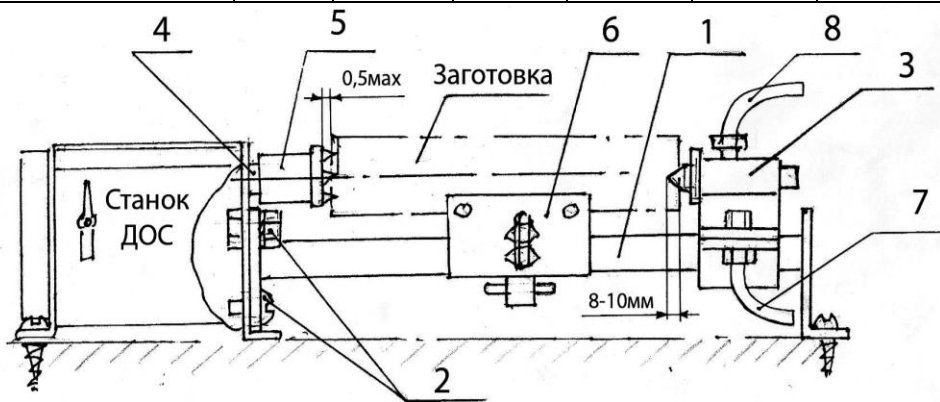
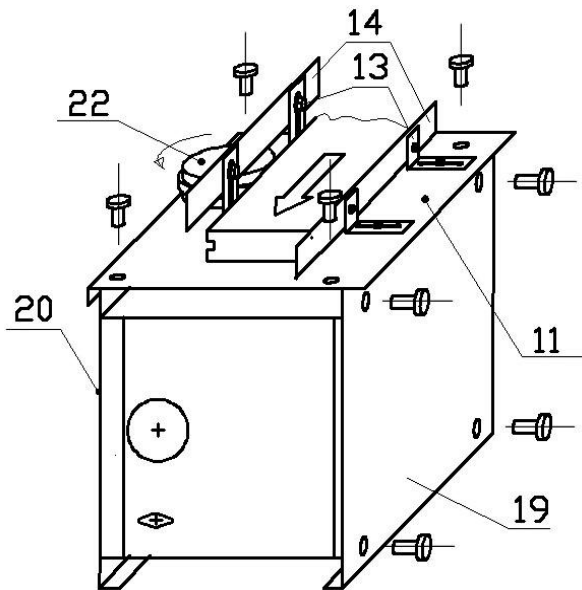
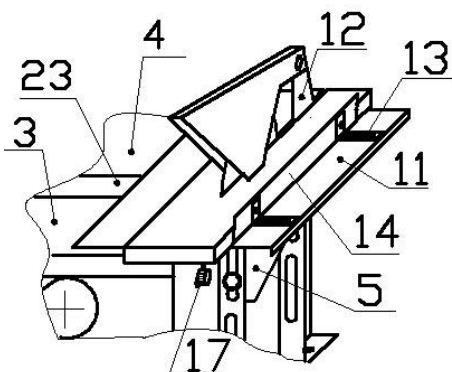
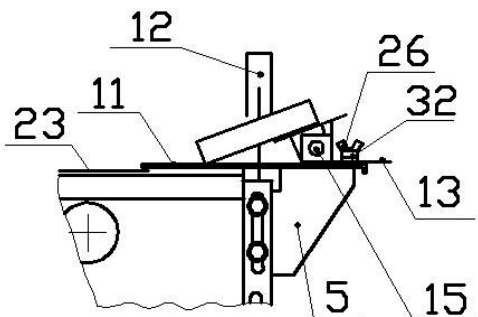

Рис.12.
Рис. 11
Рис. 8
Рис. 9
4.7. Шлифование дисковое. (Рис.8)
- Установить пильный стол (11);
4.8. Токарные операции (см. Рис.12 и Инструкцию по установке токарной приставки ТП-5, ТП-6 к станкам типа ДОС).
Токарная обработка производится с помощью токарной приставки, устанавливаемой с правой стороны станка (рис.12), вертикальное фрезерование – при установке станка на левый бок с помощью двух оснований корпуса (19) и (20), устанавливаемых снизу и сверху станка (рис. 11)
- Установить и закрепить фрезу (22), регулируя ее положение шайбами и втулками;
- Установить на боковые уголки над валом кронштейны пильного стола (5) и пильный стол (11), защиту вала (23);
- Установить на пильный стол (11) регулировочные уголки (13) и направляющую линейку (14);
4.6. Фрезерование вертикальное. (Рис.11). (все модификации Ф)
- Установить на пильный стол (11) разделительный нож с защитным козырьком (п.12 на Рис.8);
- Установить на станок кронштейны пильного стола (5);
- Установить пильный стол (11) на кронштейны пильного стола (5) прорезью на пильный диск (28) и закрепить его. При необходимости отрегулировать положение разделительного ножа с козырьком (12) точно сзади в плоскости пильного диска перемещением по столу, или меняя шайбы пилы (29) местами (шайбы разной толщины – 3 мм и 4 мм);
- Установить регулировочные уголки (13) и направляющую линейку (14) на нужный размер пиления, подложив под зажимные барашки (26) шайбы (32). При необходимости установить угловую линейку (п.15 на Рис.9);
- Закрепить винтом защиту вала (23) и контровочный винт (17).